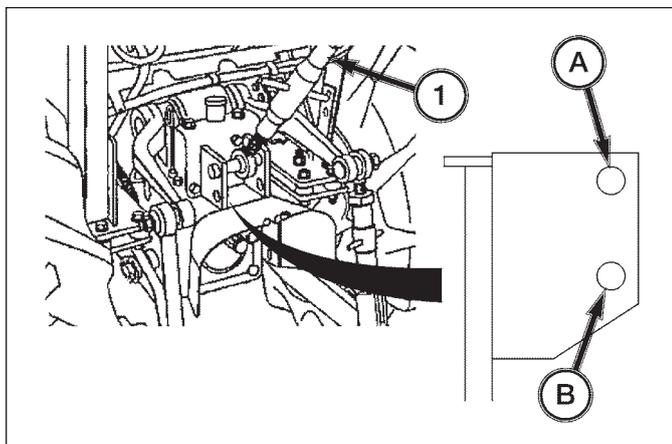

FIG. 5-26
FIG. 5-26: Les bras autorisent deux positions pour attacher le bras supérieur (1) au tracteur. Pour la plupart des équipements, la fixation du bras supérieur, 1, B, convient, mais il est possible de relever l'équipement pour le transport.